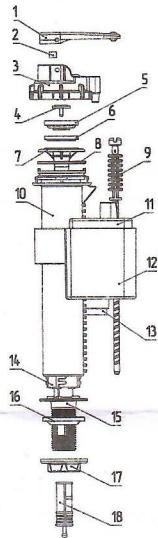

Рис. 1
1.1 Арматура наполнительная с нижней подводкой WC5510 (рис.1) представляет собой устройство, автоматически наполняющее определенным количеством воды сливной бачок унитаза.